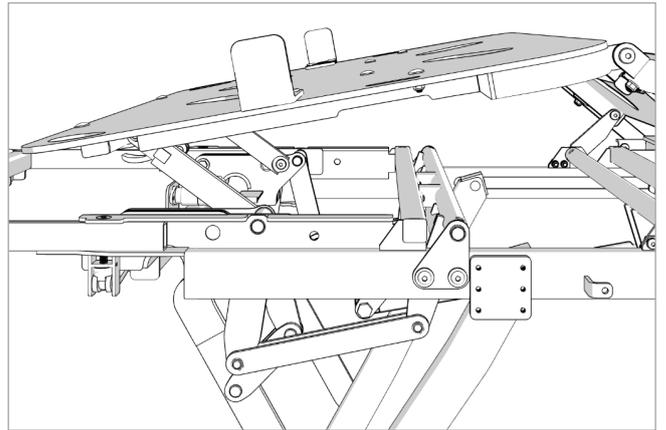

Figure 11.8
3. Relevez le repose-jambes à sa position la plus haute en vous référant à la section 9 comme le montre la Figure 11.8.